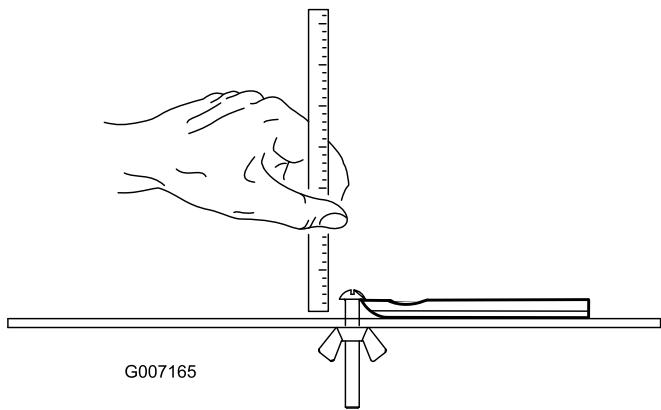

図 22
**注** どのベッドナイフの場合も、使用限界の測定基準はベッドナイフの底面です(図22)。